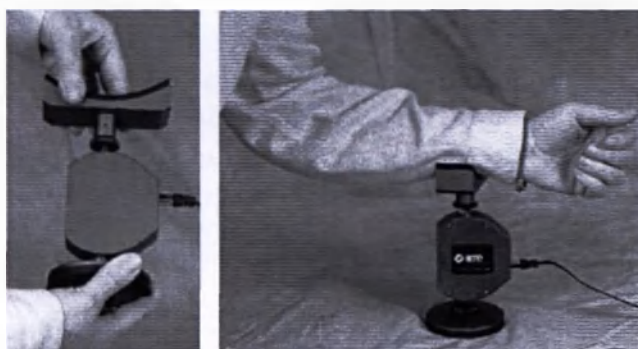

Рисунок 77. Пример положения руки для мануального мышечного теста
1. Прикрепите брусок круглый к ПВО через болт интерфейса (Рисунок 77). При необходимости прикрутите рифленую гайку к бруску круглому, чтобы усилить стабилизацию.
2. Прикрепите панель, которую пациент будет толкать, на стационарный болт на ПВО (Рисунок 77) При необходимости прикрутите рифленую гайку к круглому бруску, что усилит стабилизацию.
3. Разместите круглый брусок на столе и как только появится сообщение на компьютере, попросите пациента толкнуть панель (Рисунок 77).